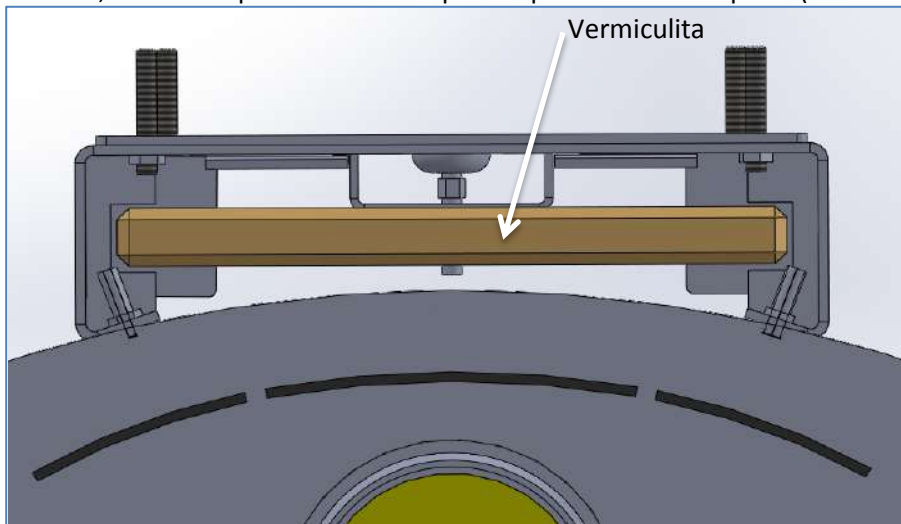

Ilustración 9. Colocación vermiculita
- 6) Colocada y fijada la estufa correctamente, desembalamos la Pieza N° 6, y la colocamos dentro de la Pieza N° 4, haciéndola pasar entre las ranuras de la pieza N° 7 dejándola centrada, realizada esta operación colocamos la Pieza N° 5 sobre la parte superior del apoyo estufa, haciendo que los salientes queden por dentro de la pieza (Ilustración 9)